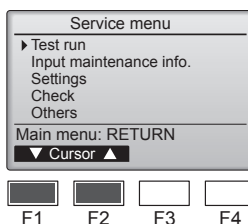

Fig. 7-1
- (1) Seleccione "Test run" (Modo prueba) desde el Menú principal, y pulse el botón [SELECT/HOLD]. (Fig. 7-1)